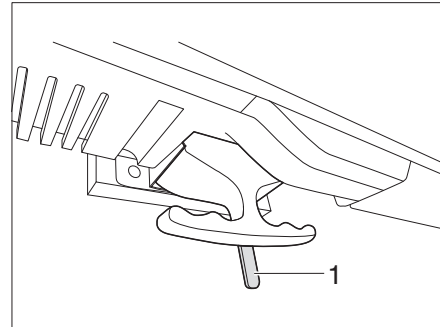

Figure 136 Déverrouillage écran plat
- Pousser le levier (Fig. 136,1) vers la gauche. Le dispositif de blocage est alors débloqué.
- Pousser le levier (Fig. 136,1) en position centrale. L'écran plat reste bloqué.